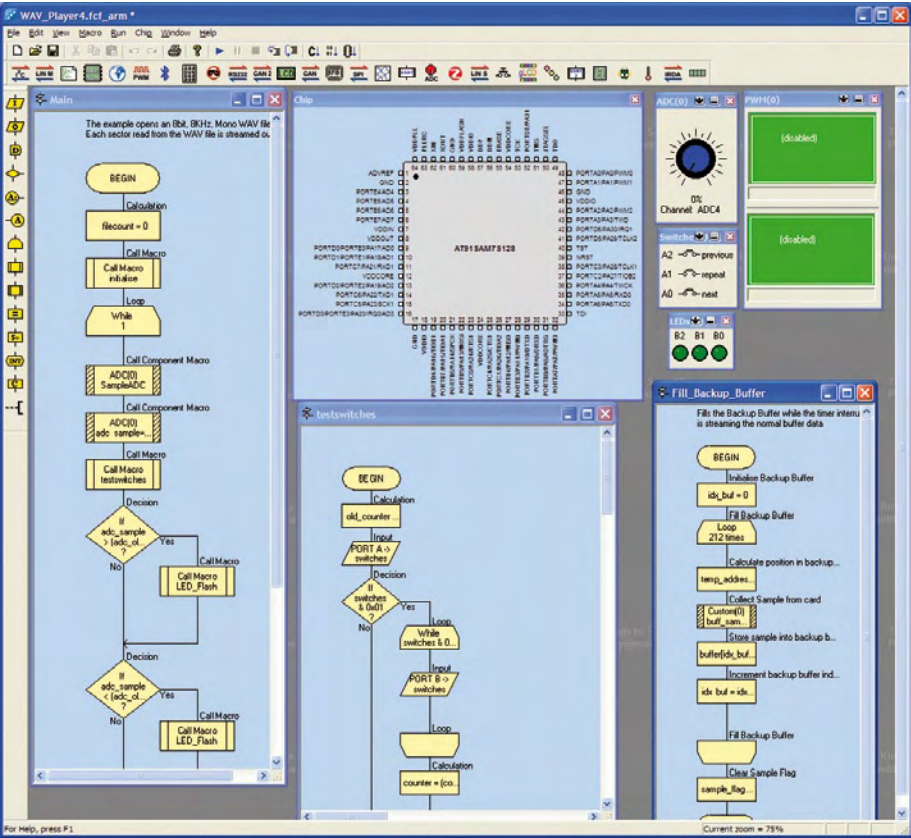

Bild 2. Flowcode for ARM in Aktion.
1. Flowcode for ARM. Flowcode (Bild 2) schützt vor den meisten Unannehmlichkeiten der AT91-Mikrocontroller, denn es wurde speziell darauf getrimmt, den Umstieg von 8-bit- auf 32-bit-Systeme zu vereinfachen. Dies gilt für den I/O-Bereich und auch für die Mathematik-Bibliothek, die ohne Code-Änderung kompatibel mit diversen Chips ist. Vom 8-bit-AVR-Controller über die PICs von Microchip bis hin zu ARM-Chips reicht hier die Palette. Ein Wechsel der Hardware gestaltet sich also einfacher, als man möglicherweise befürchtet hat.